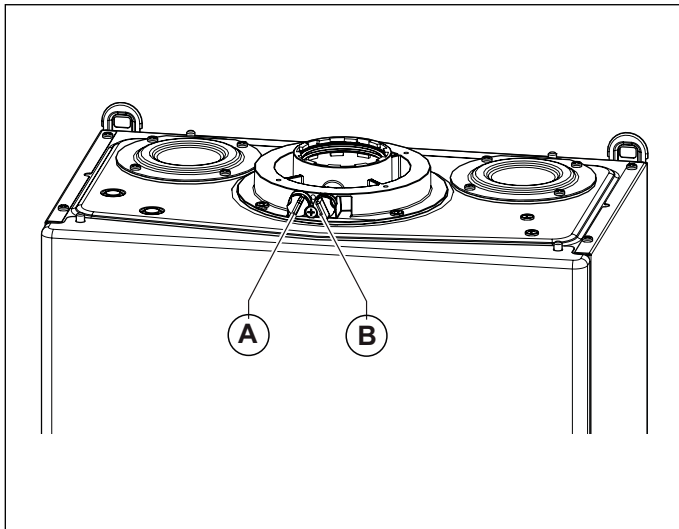
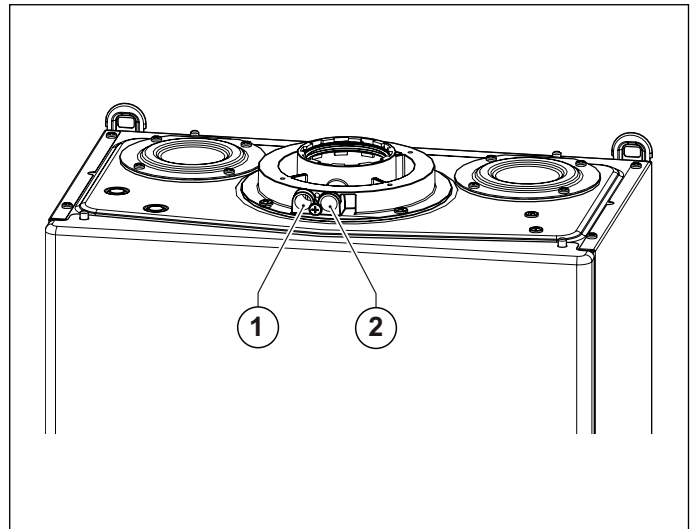

Fig. 18 Poziția bușoanelor
Fig. 19 Poziția orificiilor
Centrala termică este prevăzută cu un turn pentru racordarea conductelor de aspirație aer/evacuare gaze arse (vezi Fig. 18 Poziția bușoanelor și Fig. 19 Poziția orificiilor).
În turn au fost prevăzute orificii pentru accesul direct al aerului de combustie și pentru evacuarea gazelor arse (vezi Fig. 19 Poziția orificiilor).
Înainte de a efectua măsurătorile înlăturați bușoanele **A** și **B** din orificiile prevăzute pe turn (vezi Fig. 18 Poziția bușoanelor).
- măsurarea aerului de combustie preluat din orificiul **1** (vezi Fig. 19 Poziția orificiilor).
- măsurarea temperaturii gazelor arse și a CO2 prelevat din orificiul **2** (vezi Fig. 19 Poziția orificiilor).